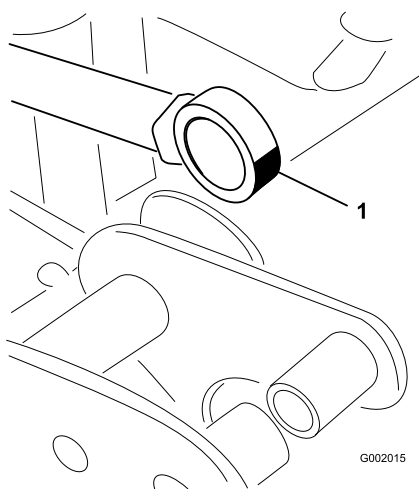

図 45
5. アクチュエータ・ロッドのベアリング端部を動かしながらベアリング内部にグリスを注入する(図 45)。はみ出したグリスはふき取る。